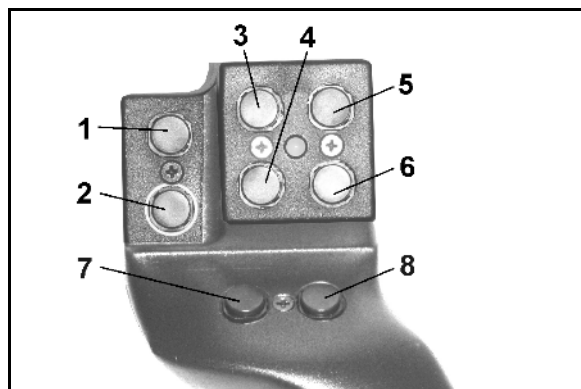

Рис. 60
Для управления терминалом **AMATRON 3** джойстик (Рис. 60) оснащен 8 кнопками (1–8). В дальнейшем с помощью переключателя (Рис. 61/2) возможно 3-кратное изменение назначения кнопок.
-  среднем положении (Рис. 60/А) и может быть установлен
-  как в верхнее (Рис. 60/В), так и
-  в нижнее (Рис. 60/С)
Положение переключателя отображается с помощью светодиодного индикатора (Рис. 60/1).